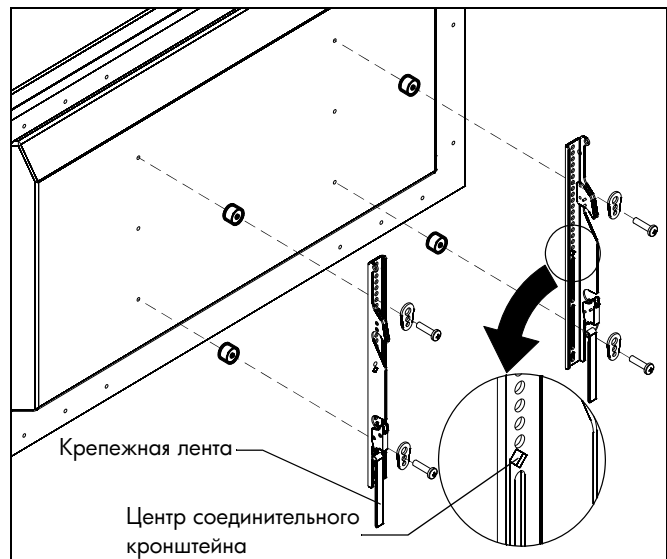

рис. 4
- Совместите центр соединительного кронштейна со средней линией экрана. (см. рис. 4)
- Достаньте из пакета с фурнитурой (A-N) винты соответствующего размера, втулки (при необходимости) и универсальные шайбы и прикрепите соединительные кронштейны к тыльной стороне экрана. (См. рис. 4)